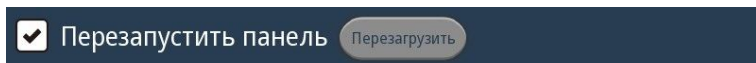

Рисунок 21 – Вид выбора команды «Перезапустить панель»
10.29 В меню настройки есть возможно выполнить команду «Перезапустить панель». Для выполнения данной команды необходимо разрешить выполнение данной команды и нажать на кнопку «Перезагрузить» (рисунок 21).